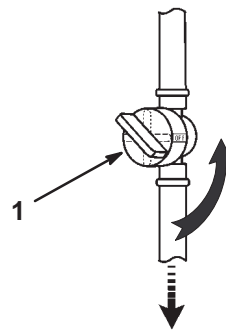

Bild 32
2. Schließen Sie den Kraftstoffhahn (Bild 32).